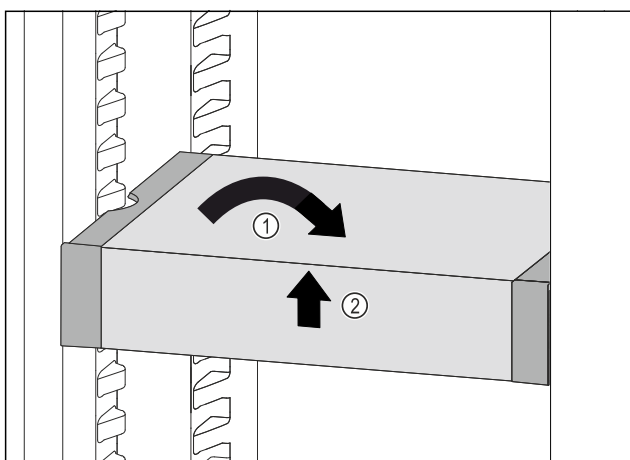

Fig. 164
- ▶ VarioSafe gerade stellen. Fig. 164 (1)
- ▶ VarioSafe vorne anheben. Fig. 164 (2)